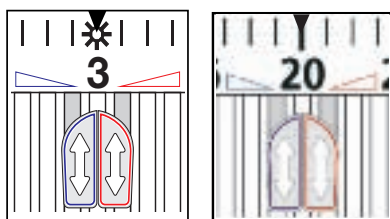

Abb. 5: Blockierung, z. B. 20°C
Einstellpfeil bei Merzkahl 5 einsetzen und andrücken, bis er einrastet (Abb. 5).
Sicherungsschraube in der Befestigungsmutter mit Sechskantstiftschlüssel SW 2 bis zum Anschlag festziehen. Handradkappe kann nun beliebig gedreht werden, ohne dass sich der eingestellte Sollwert verändert (Abb. 5).
Sicherungsschraube mit Sechskantstiftschlüssel SW 2 (Art.-Nr. 6040-02.256) lösen (Abb. 5). Thermostat-Kopf mit eingestecktem Sechskantstiftschlüssel durch Linksdrehen abschrauben (Abb. 4).
Zur Blockierung einer Einstellung **beide Sparclips** mit dem Daumen zurückziehen (Abb. 1), anheben und herausnehmen (Abb. 2). Der Thermostat-Kopf wird danach auf die gewünschte Temperatur eingestellt, z. B. Merzkahl 3 (20) \approx 20 °C. Anschließend ist der rote Sparclip in die Nut **rechts** neben Merzkahl 3 (20) einzusetzen (Abb. 5) und bis zum Anschlag vorzuschieben. Danach
blauen Sparclip in die Nut **links** neben Merzkahl 3 (20) einsetzen (Abb. 5) und bis zum Anschlag vorschieben. Nun lässt sich der Thermostat-Kopf nicht mehr verstellen. Zur Aufhebung der Blockierung sind der rote oder der blaue oder bei Bedarf beide Sparclips bis zum Anschlag zurückziehen. Jetzt ist wieder jede Einstellung möglich.
Anschlagclip aus der Position **rechts** neben Merzkahl 5 herausnehmen und Anschließend auf den 1. Steg **rechts** neben Merzkahl 3 schieben (Abb. 5).